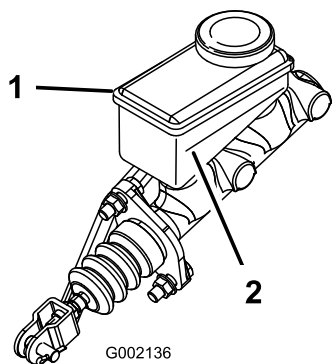

図 55
3. タンクの側面についているマークで、量を点検する 図 55。
- B. 最低ラインより上まで DOT 3 ブレーキ液を補給する 図 55。